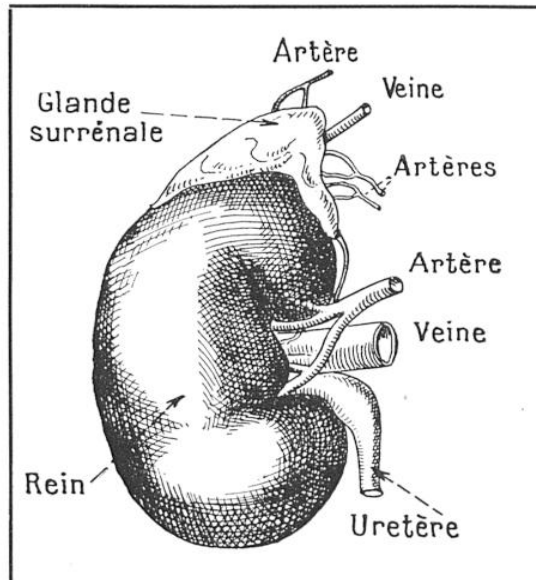

FIG. 4. — LE REIN GAUCHE SURMONTÉ DE SA GLANDE SURRÉNALE
Les deux dessins ci-joints (fig. 4 et 5) montrent : l'un, la surrénale en place, au-dessus de son rein ; l'autre, la coupe de cette glande. Dans ce dernier schéma, nous apercevons deux zones de tissus : la « corticale », couche extérieure de la masse glandulaire, et la « médullaire », couche intérieure. Celle-ci entoure le *hile*, sinus spécial contenant les *vaisseaux sanguins* qui apportent à la glande le sang, matière première, et remportent les hormones fabriquées. Le *hile* contient également le *nerf* qui relie la glande au système « neuro-végétatif », généralement appelé « sympathique » (2).